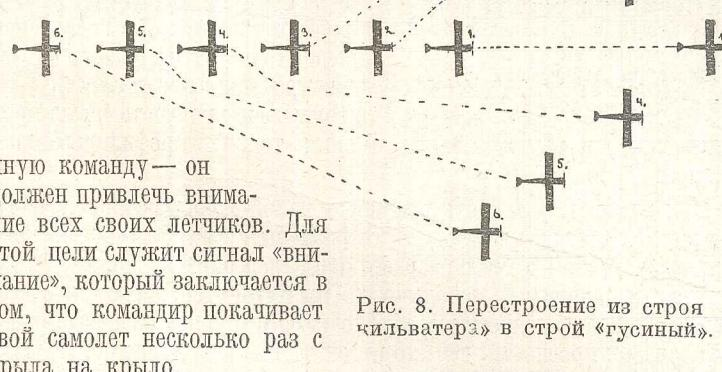

Рис. 8. Перестроение из строя «кильватера» в строй «гусиный».
прищелье наравне с ним. Для крепления крыльев моноплана будут служить скобочки из тонкой проволоки, куда их надо вставить выступающими концами лонжеронов, как это видно на рис. 8. Шасси прикрепляется двумя булавками так, чтобы стойки его приходились прямо под передним лонжероном крыльев, и, как видно на чертеже, расчалка крыльев расчалка крыльев видна на рис. 9). Если при этом кабан окажется много сзади середины крыльев, то наравне с передним их краем надо поставить второй легонький кабан. Крыльям следует придать небольшое попечное приближительно градусов 5, для чего при сборке — натянуть сильнее нитки, идущие от верхнего кабана к нижним поверхностям. Крепление крыльев биплана видно на рис. 3. При этом, если задний кабан придается не под средним лонжероном верхнего крыла, то можно либо слегка отогнуть его верхнюю часть (там, где он нарощен) либо крепить крыло к кабану не лонжероном, а прямо средней нервюрой. Передний лонжерон нижнего крыла крепится теми же булавками, что и стойки шасси, так, что шасси упирается прямо в него. Все те места лонжеронов, где их прокалывают, булавки необходимо предварительно обклейте несколько раз тонкой бумагой или, еще лучше, обернуть полоской самого тонкого листового алюминия. Стойки крыльев прикрепляются к их лонжеронам тоже булавками, обязательно в место крепления нервюры. Расчалка биплана видна на чертеже.
3. Перестроение из строя гусиного в строй фронта заключается в том, что все самолеты левого и правого уступа выравниваются по одной линии с двумя самолетами, летящими за ведущим. При этом они с разных высот переходят на одинаковую высоту, а ведущий так и остается на 50 мет. ниже и на 50 мет. впереди линии фронта (рис. 8).